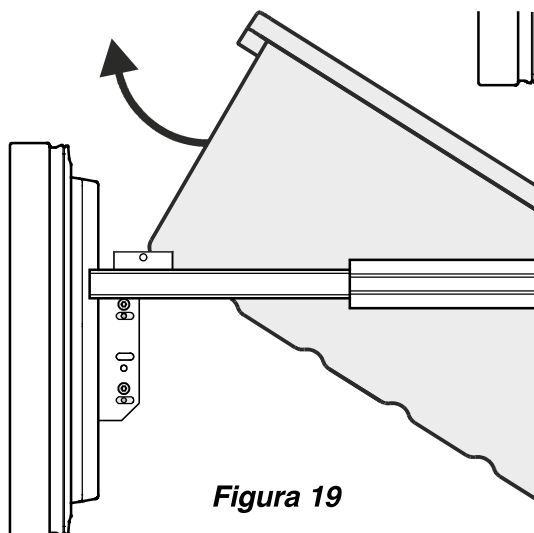

Figura 19
- Incline el recipiente y retírelo - **Figura 19.**